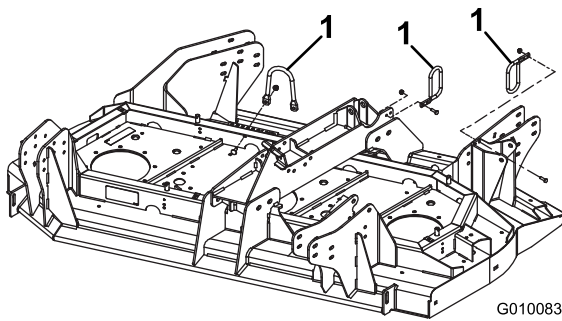

Figura 5
3. Retire las 3 guías de manguitos de la unidad de corte (Figura 5). No es necesario retirar de los manguitos las 2 guías que están montadas en los mismos.
9. Coloque y sujete las 3 guías de manguito en la unidad de corte (Figura 5).